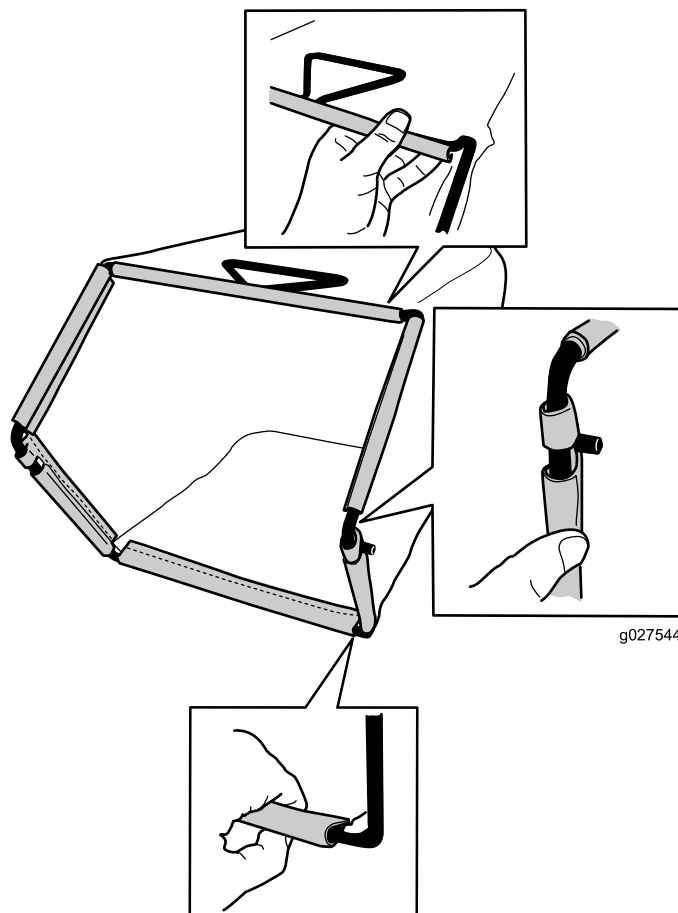

Figura 8
2. Agganciate il canale inferiore del cesto sul fondo del telaio (Figura 8).
3. Agganciate i canali superiore e laterali del cesto rispettivamente sulle parti superiore e laterali del telaio (Figura 8).